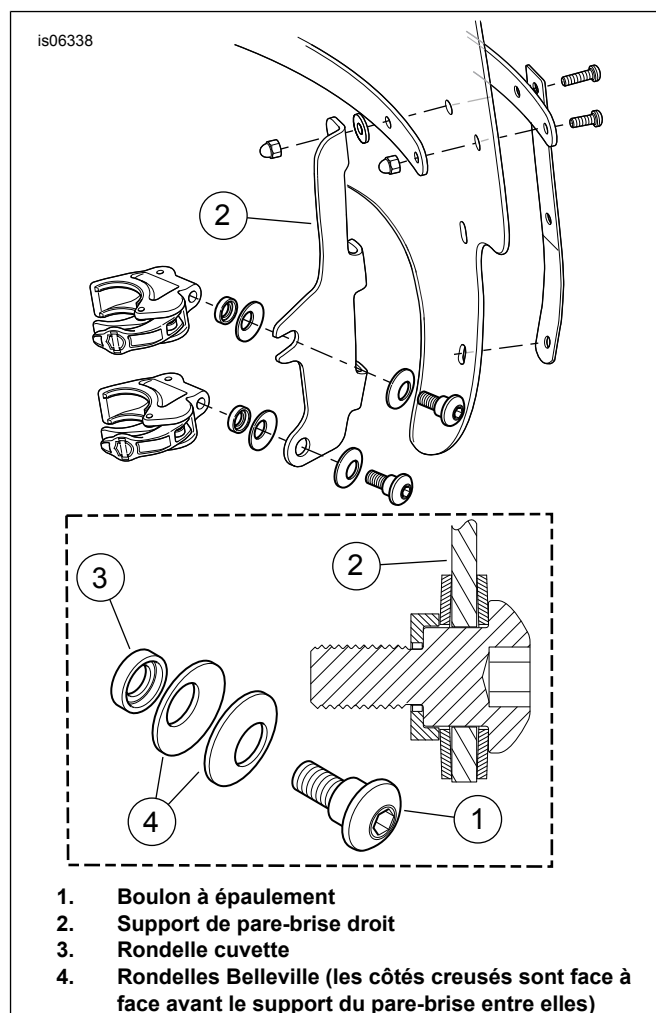

Figure 1. Brides de fixation de pare-brise (côté droit illustré)
3. Assembler lâchement les ensembles de bride sur les supports de montage du pare-brise dans l'ordre indiqué dans Figure 1.